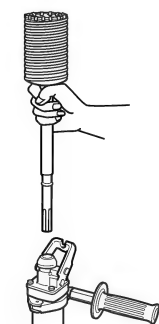

図 15
- (2) ドリルビット、およびブルポイントの取付けと同様にコアビットシャンクを本機につけます。(図15)
- (3) ガイドプレートにセンタピンを奥までさし込みます。